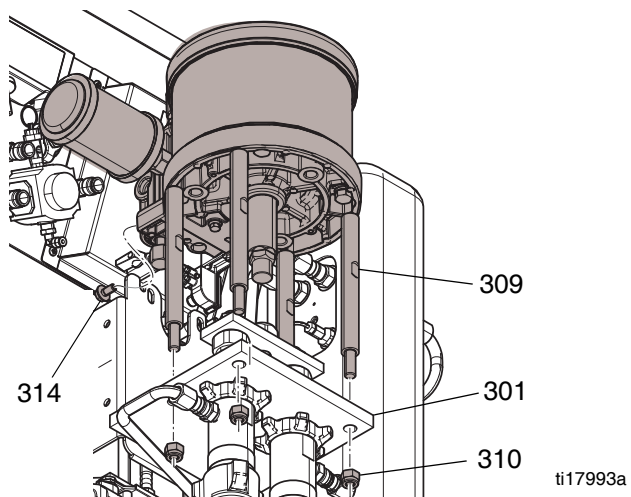
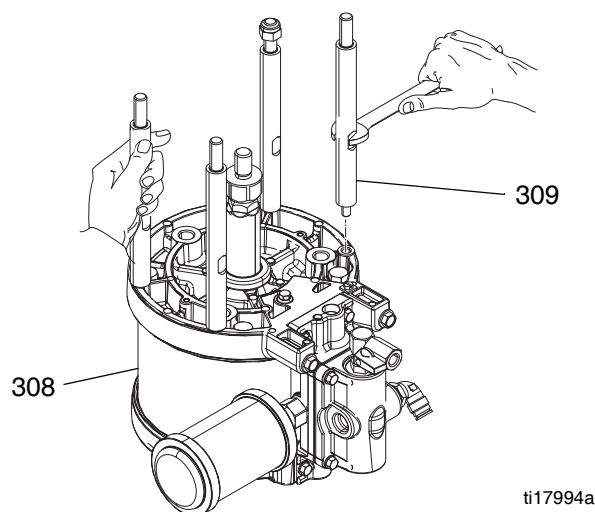

FIG. 2
FIG. 3
2. Installare i tiranti (309) nella parte inferiore del motore pneumatico (308). Vedere FIG. 3.
3. Installare i tiranti facendoli passare attraverso la piastra (301). Assicurarsi che le viti (314) si
inseriscano nelle fessure della staffa (311). Installare le viti (314). Vedere FIG. 2, pagina 26.
4. Serrare il dado (313) a 43-51 N•m (32-38 piedi per libbra).
5. Serrare uniformemente i quattro dadi dei tiranti (310) a piccoli incrementi da 37-43 N•m (27-32 piedi-libbra). Vedere FIG. 2, pagina 26.